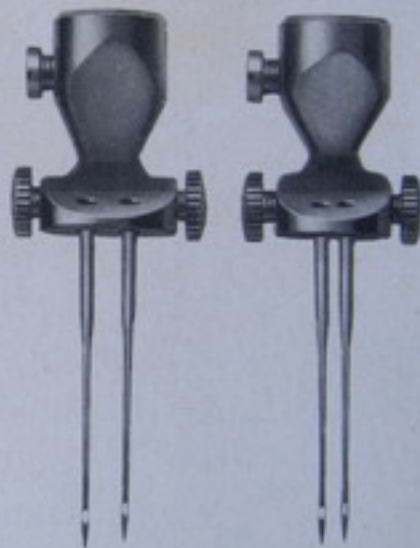

Fig. 53
- 3 — Cambie el porta-agujas normal de la barra de aguja por un porta-agujas doble (Fig. 53).